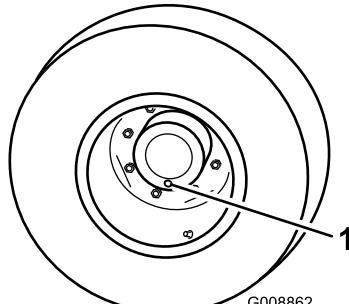

図 43
1. 平らな場所で、ホイールの点検/ドレンプラグ 図 43 が一番下時計の6時の位置に来るよう停止させる。